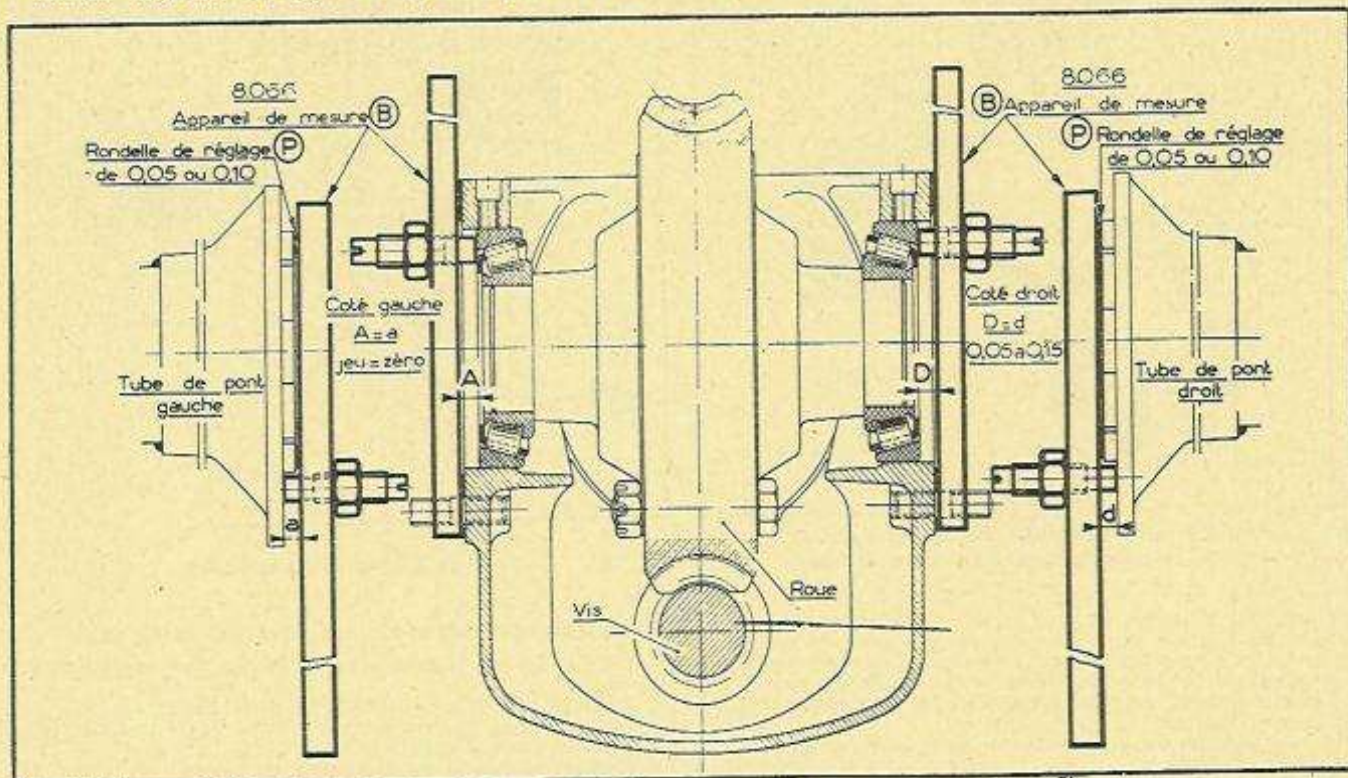

Fig. 58. — Réglage du jeu latéral.
- Placer l'appareil B sur le côté D du carter, après avoir enlevé l'appareil H et la rondelle L, et procéder aux mêmes opérations que pour le côté gauche. La cote d doit être de 0,05 à 0,15 mm plus faible que D pour obtenir le jeu nécessaire (fig. 58).